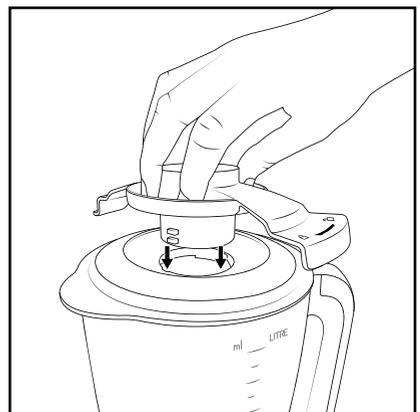

Abb. 2
- Setzen Sie die Deckelverriegelung **14** so auf, dass die Arretierungen der Deckelverriegelung **14** durch die Aussparungen am Mixer-Deckel **15** gleiten. Die breite Lasche mit den Schlosssymbolen () muss dabei auf die europäische Skala (ml/Liter) weisen (Abb. 2).